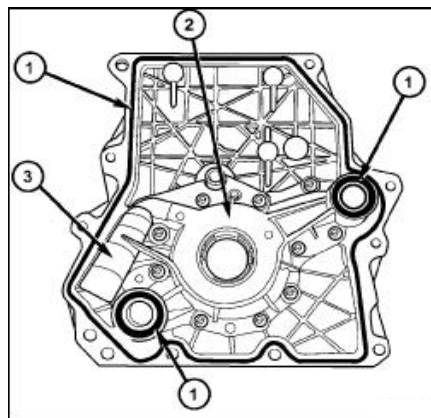

图. 14 正时链条盖密封
- (1)清洁所有的密封表面。
- (2)更换正时链条盖密封垫(图. 14)。